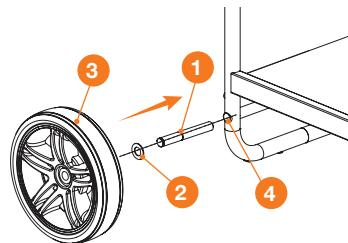

Рис. 4
- Наденьте шайбы ② на оси колес ① (Рис. 4).
- Вставьте оси в отверстие на колесах ③.
- Установите собранные колеса в отверстия ④ на корпусе мойки.